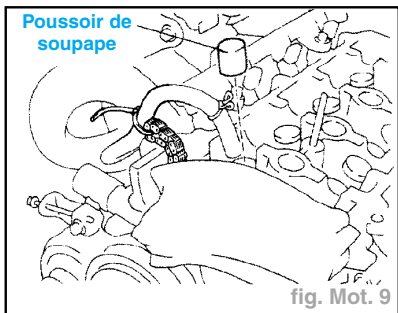

fig. Mot. 9
- Attacher la chaîne de distribution avec un fil, comme illustré (fig. Mot. 9).